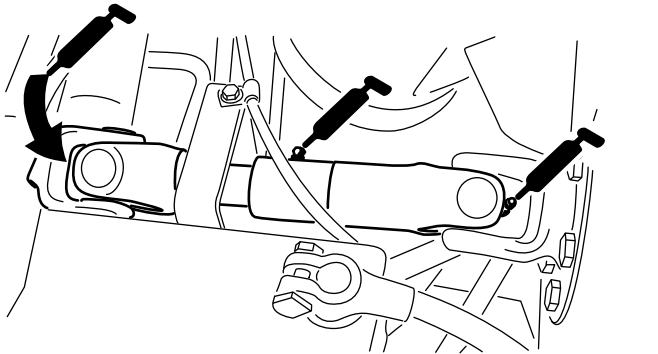

Figura 38
- Articulação do direção do eixo (3) (Figura 38)